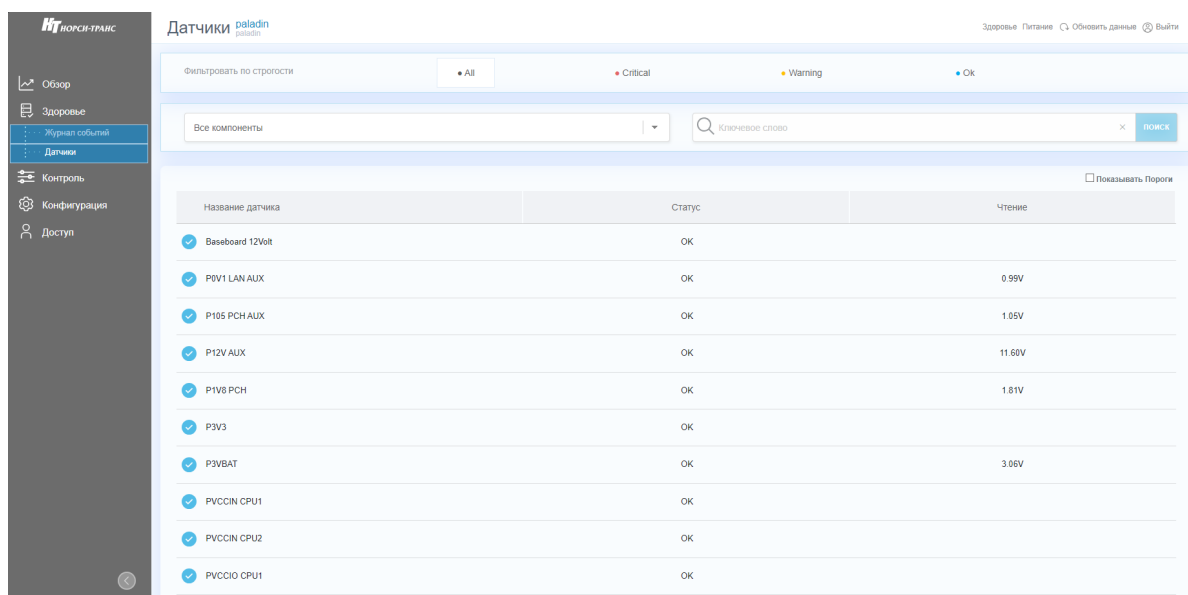

Рис. 67. Окно «Датчики»
- 3) Пройдите во вкладку «Здоровье» → «Датчики» в данной вкладке отображается информация по датчикам установленным в сервере. В поле «Фильтровать по строгости» произведите фильтрацию по степени серьезности события. В раскрывающемся списке выберете компонент сервера где хотите просмотреть состояния датчиков. В поле поиска произведите фильтрацию по ключевым словам датчиков. Окно показано на рис. 67 Окно «Датчики».